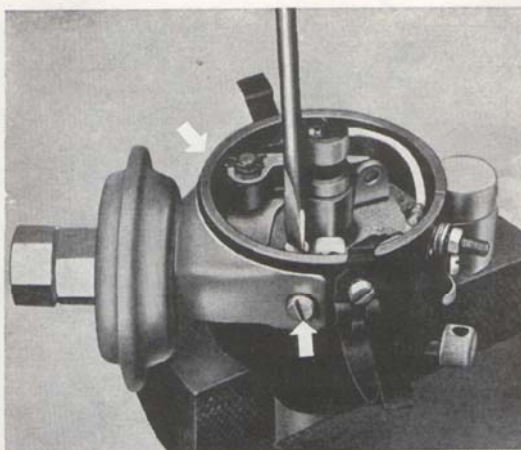

Bild 68. Demontering av vakuumregulator.
2. Lossa vakuumregulatorn om sådan finnes, genom att lossa skruvarna enl. bild 68 och lyft bort den.